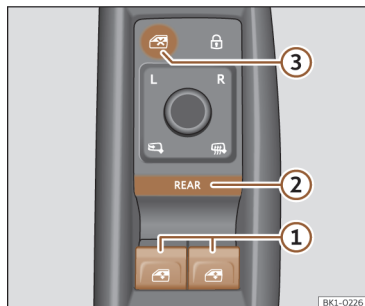

Fig. 80 Pormenor da porta do condutor: comandos das janelas.
- ① Botões dos vidros elétricos.
- ② Botão **REAR** para ativar a utilização dos vidros elétricos traseiros e a abertura e o fecho de conforto.
- ③ Botão para desativar os botões dos vidros elétricos situados nas portas traseiras.
- Por defeito, os vidros elétricos das portas dianteiras podem utilizar-se com os botões >>> **Fig. 80 ①**.
REAR Pressione brevemente o botão >>> **Fig. 80**
Acione o botão >>> **Fig. 80 ③** para desativar os botões dos vidros elétricos situados nas portas traseiras. Quando estes botões estão desativados, a luz do botão apaga-se.